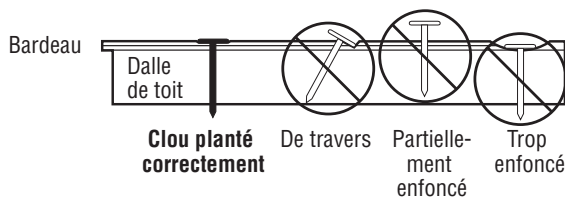

Figure 8-1 : Clouage des bardeaux à trois jupes en bande.
- ◆ Planter les clous à angle droit; la tête du clou doit affleurer avec la surface du bardeau et ne jamais pénétrer dans le bardeau (figure 8-1).